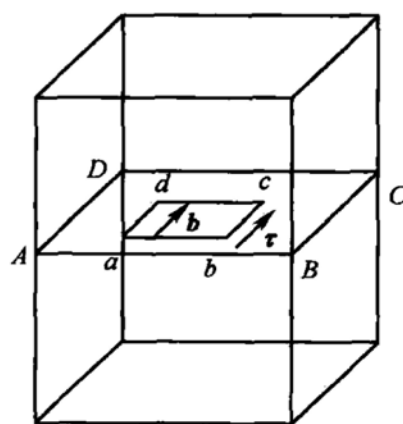

图 19-1 第三题第 1 小题图
1. 设在简单立方晶体中有一个位于滑移面  $ABCD$  上的位错环  $abcd$ ，其柏氏矢量  $\mathbf{b}$ 、所受切应力  $\tau$  如图 19-1 所示，回答下列问题：